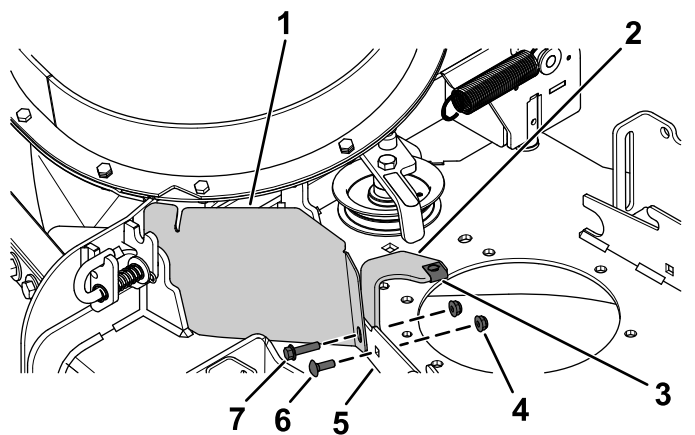

Figura 7
1. Alinhe os furos da proteção da polia CE com o furo no suporte do defletor frontal e o furo exterior na plange da plataforma frontal (Figura 7).
2. Alinhe o suporte da cobertura da correia CE (se não instalada previamente) com os furos na traseira da flange da plataforma frontal (Figura 7).
3. Prenda a proteção da polia CE e o suporte da cobertura da correia (se não instalada previamente) à flange da plataforma frontal no furo exterior utilizando um parafuso de cabeça sextavada ($\frac{1}{4} \times 1$ pol.) e uma porca de bloqueio ($\frac{1}{4}$ pol.) como se mostra na Figura 7.
4. Prenda o suporte da cobertura da polia à flange da plataforma frontal no furo interior utilizando um parafuso de carroçaria ($\frac{1}{4} \times \frac{3}{4}$ pol.) e uma porca de bloqueio ($\frac{1}{4}$ pol.) como se mostra na Figura 7.
5. Alinhe a porca de clipe com o furo na parte superior do suporte da cobertura da correia CE e empurre a porca de clipe no suporte (Figura 7).